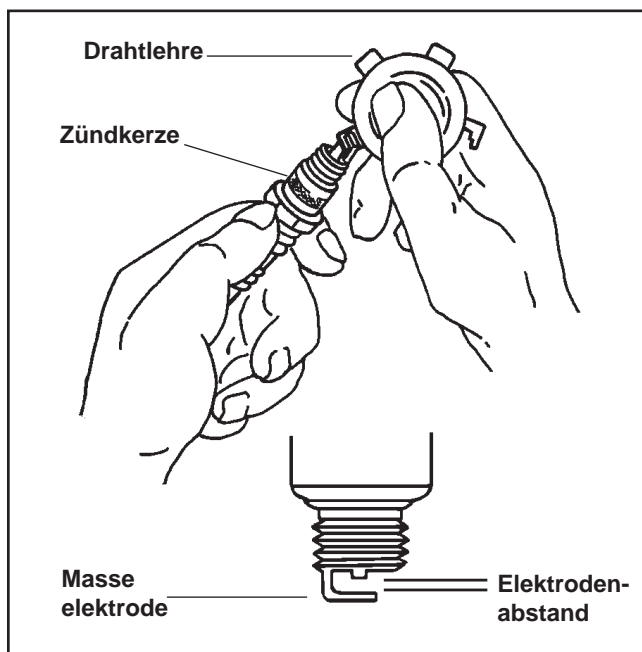

Abbildung 8-1. Zündkerzenkabel warten.
3. Kontrollieren Sie den Elektrodenabstand mit einer Drahtfühlerlehre. Justieren Sie den Elektrodenabstand, indem Sie die Masseelektrode vorsichtig biegen. Siehe Abbildung 8-1. Der nominale Elektrodenabstand bei CH11-15 beträgt **1,02 mm**. Der nominale Elektrodenabstand bei CH16 beträgt **0,76 mm**.